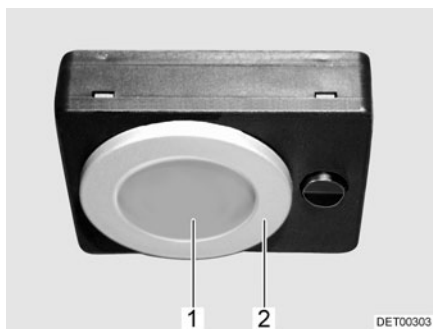

Fig. 172 Lampe halogène rapportée (plate)
- Tourner la bague de recouvrement (Fig. 172,2) d'un quart de tour et l'extraire.
- Désolidariser la plaque de recouvrement (Fig. 172,1) des becs de retenue et la retirer.